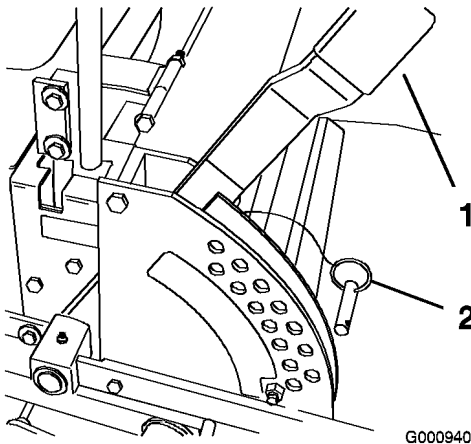

Bild 17
1. Heben Sie den Schnitthöhenhebel in die Transportstellung (entspricht der Schnitthöheneinstellung von 127 mm) (Bild 17).
2. Entfernen Sie den Lastösenbolzen zum Einstellen der Schnitthöhe aus der Schnitthöhenhalterung (Bild 17).
3. Wählen Sie das Schnitthöhenloch in der Schnitthöhenhalterung, das der gewünschten Schnitthöhe entspricht, und stecken Sie den Lastösenbolzen wieder ein (Bild 17).